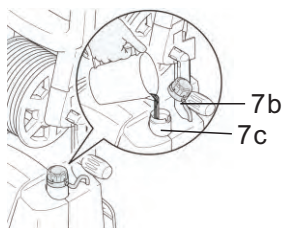

Fig. 14
- > Dévissez le bouchon (7b) pour ouvrir le récipient (7c) et versez le détergent adéquat (Fig. 14).